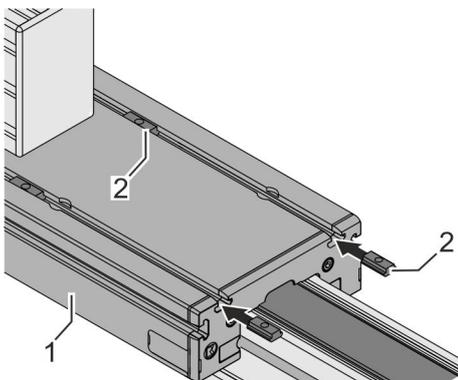

Abb. 29: Nutensteine einsetzen
1. ➔ Mindestens je 2 Nutensteine (Abb. 29/2) in die Nuten des Führungsschlittens (Abb. 29/1) einsetzen und positionieren.